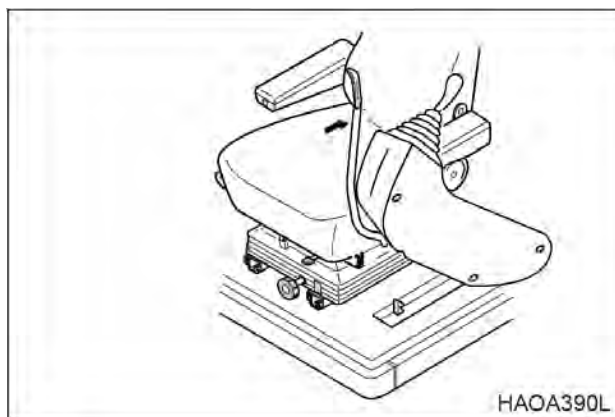

Рис. 24
- Установить рычаг блокировки в заблокированное положение (**LOCK**), потянув его вверх, рис. 24.